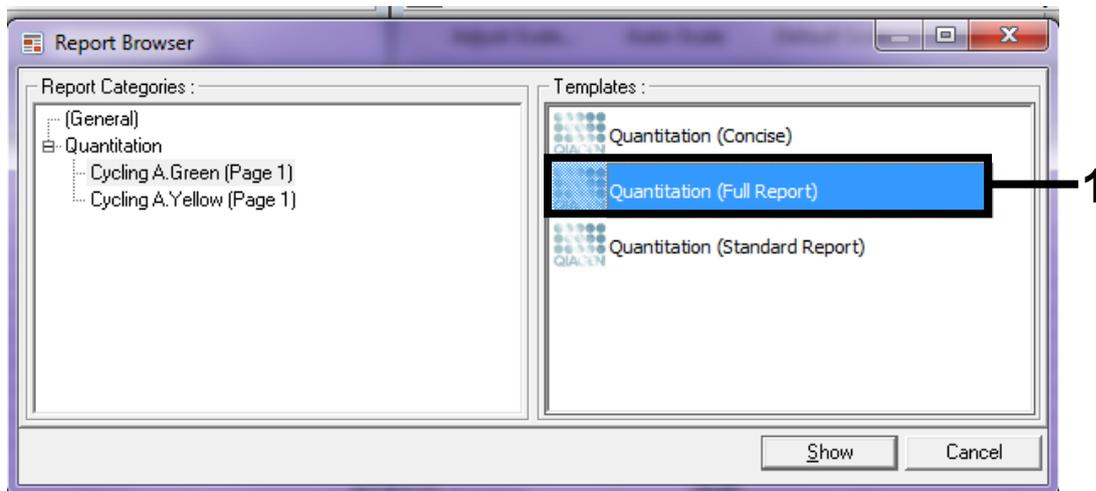

Ilustración 38. Informe de cuantificación (informe completo) (1)
10. Seleccione "Quantitation (Full Report)" (Cuantificación [Informe completo]) en "Templates" (Moldes) (ilustración 38).